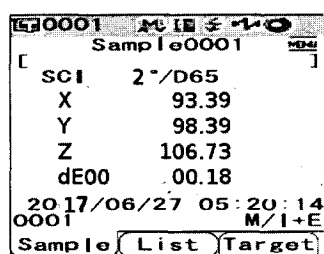

Рисунок 45
8.4.1.3.1 Нажмите кнопку «SAMPLE». Установите спектрофотометры измерительным отверстием на меру из набора отражающих мер координат цвета и координат цветности. Убедитесь в наличии на дисплее значка  или в том, что светится индикатор готовности, после чего нажмите кнопку начала измерения. Будут наблюдаться вспышки лампы, означающие выполнение процедуры измерения, после чего на дисплее появится результат (рисунок 45). Номера данных измерений присваиваются автоматически и идут по порядку по мере выполнения измерений.